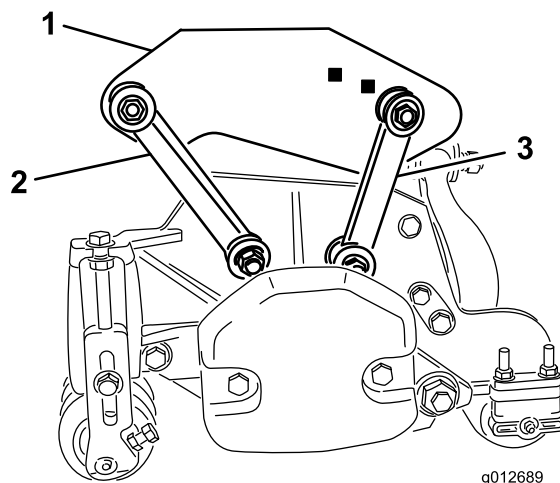

Figura 19
- Sujete los acoplamientos de montaje delanteros a los taladros de los bastidores de tiro con un perno (3/8 x 2-1/4 pulgadas), 2 arandelas planas y una contratuerca, según se muestra en Figura 19. Coloque una arandela en cada lado del acoplamiento al montarlo. Apriete los herrajes a 42 Nm.
- Sujete los acoplamientos de montaje traseros a los taladros traseros de los bastidores de tiro con un perno (3/8 x 2-1/4 pulgadas), 2 arandelas planas y una contratuerca, según se muestra en Figura 19. Coloque una arandela en cada lado del acoplamiento al montarlo. Apriete los herrajes a 42 Nm.